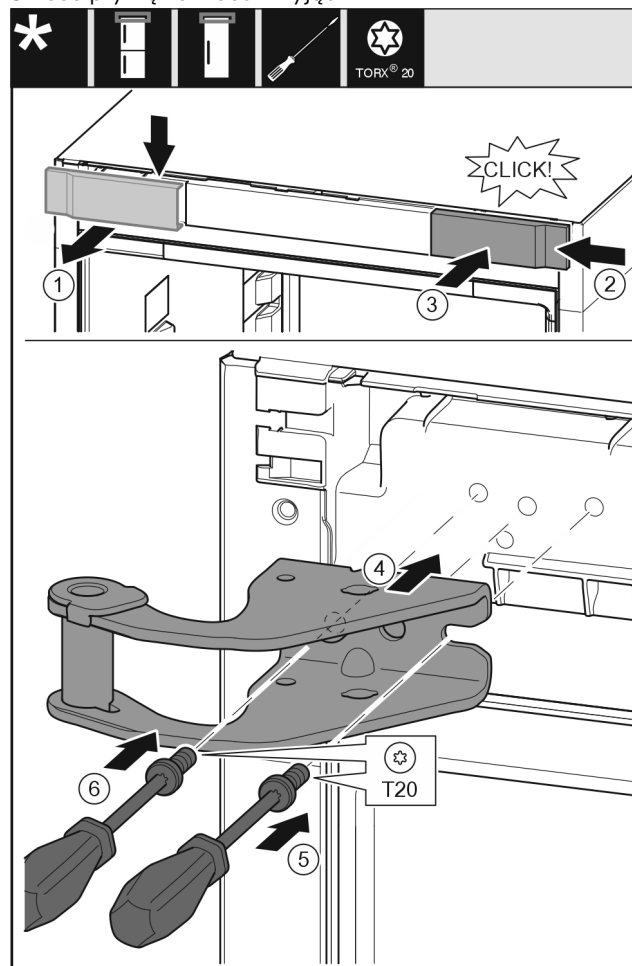

Fig. 9
- ▶ Wyjąć osłonę od góry do przodu. Fig. 9 (1)
- ▶ Osłonę obróconą o 180° założyć z drugiej strony od prawej. Fig. 9 (2)
- ▶ Zazębić osłonę. Fig. 9 (3)
- ▶ Założyć górną płytkę zawiasu. Fig. 9 (4)
- ▶ Śrubę założyć przy pomocy śrubokręta T20 i mocno dokręcić. Fig. 9 (5)
- ▶ Śrubę założyć przy pomocy śrubokręta T20 i mocno dokręcić. Fig. 9 (6)